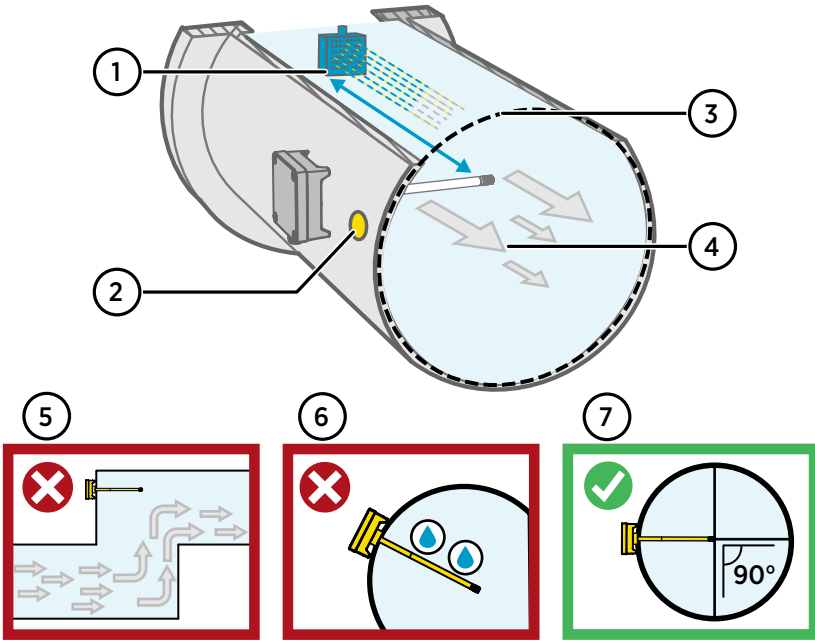

图 73 管道安装概述
4. 可选：从变送器安装孔中钻出第二个孔（约为 30 厘米 (12 英寸)）用于参考测量。请参见图 73 (第 96 页)。